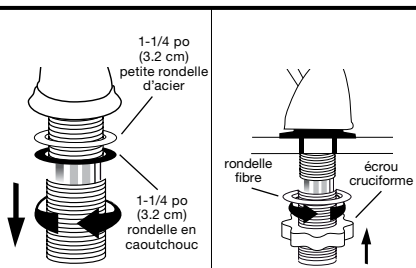

Figure 1
- Dévissez et retirez l'extension filetée du corps de vanne. **Ne la jetez pas, car vous en aurez besoin plus tard** (Figure 1).